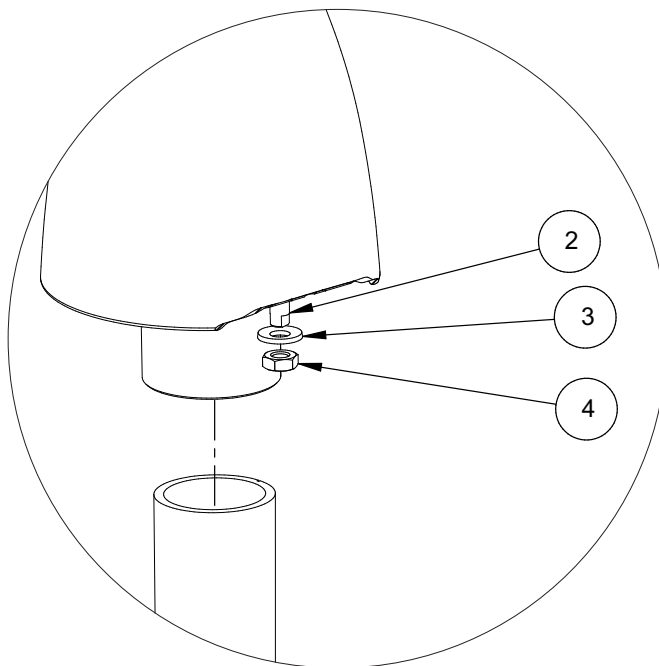

Abbildung 9.4: Erdungsklemmen-Baugruppe
1. Entfernen Sie die Mutter (Pos. 4 in Abb. 9.4) und die Sicherungsscheibe (Pos. 3 in Abb. 9.4).
2. Setzen Sie die Ringklemme auf die Erdungsschraube (Pos. 2 in Abb. 9.4).
3. Setzen Sie zunächst die Sicherungsscheibe (Pos. 3 in Abb. 9.4) auf den Erdungsbolzen (Pos. 2 in Abb. 9.4) und schrauben Sie dann die M8-Mutter (Pos. 4 in Abb. 9.4) auf das Gewinde des Erdungsbolzens.
4. Ziehen Sie die Mutter (Pos. 4 in Abb. 9.4) mit einem maximalen Drehmoment von **6 Nm** fest.